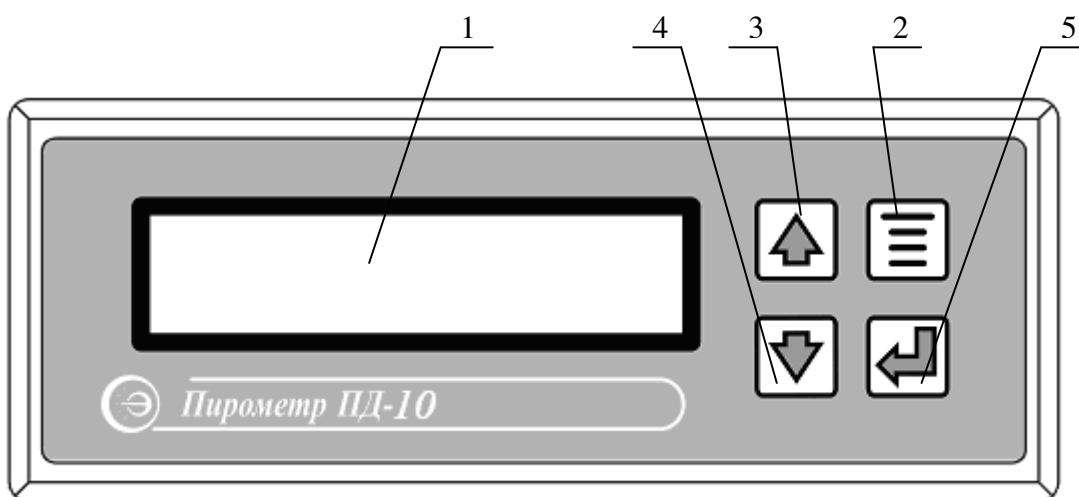

Рисунок 3 – Панель регулирующего пирометра ПД-10
1.4.6.3 Панель регулирующего пирометра ПД-10 содержит следующие элементы (рисунок 3):